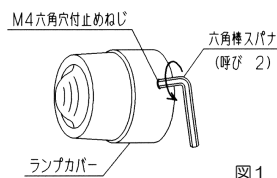

図1
- ランプカバーのM4六角穴付止めねじを付属の六角棒スパナ(呼び2)で2回転以上緩めてからランプカバーを反時計回りに回して外してください。(図1)